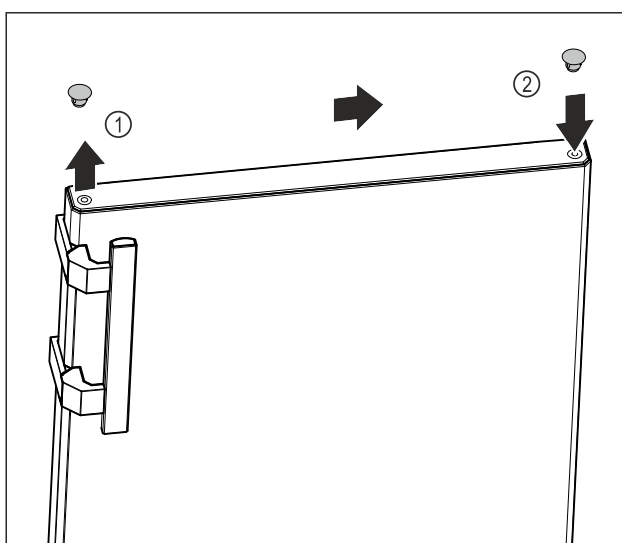

Fig. 13
- ▶ Oprezno podignite pokrovni čep na gornjoj strani vrata Fig. 13 (1) s pomoću križnog odvijača.
- ▶ Umetnite pokrovni čep na suprotnu stranu. Fig. 13 (2)